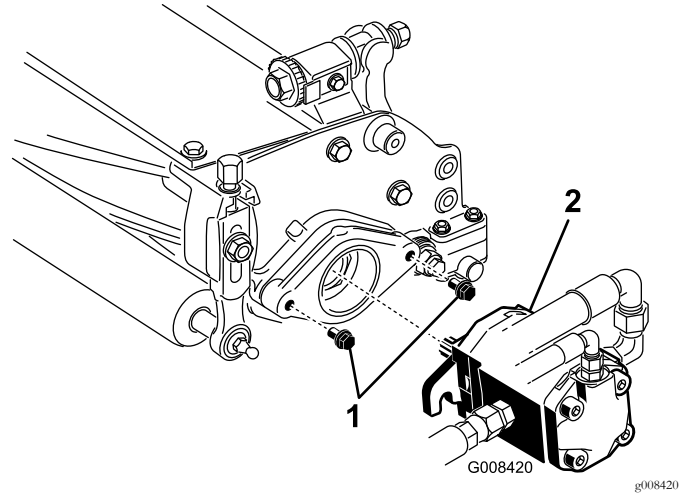

图11
7. 确保每个滚刀驱动马达安装螺栓都有大约13mm的螺纹露在外面图11。
8. 在马达的花键轴涂抹干净的润滑脂然后安装马达首先顺时针旋转马达使马达法兰脱离螺栓。逆时针旋转马达直至法兰环绕住螺栓图11。
9. 然后旋紧安装螺栓图11。